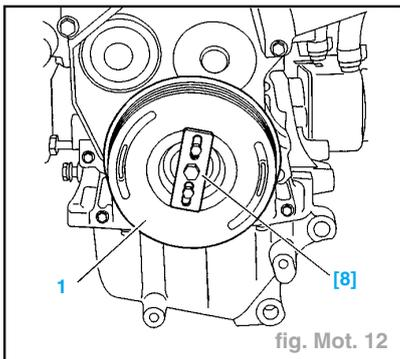

fig. Mot. 12
- Déposer la vis (1) de la poulie de vilebrequin (fig. Mot. 12).